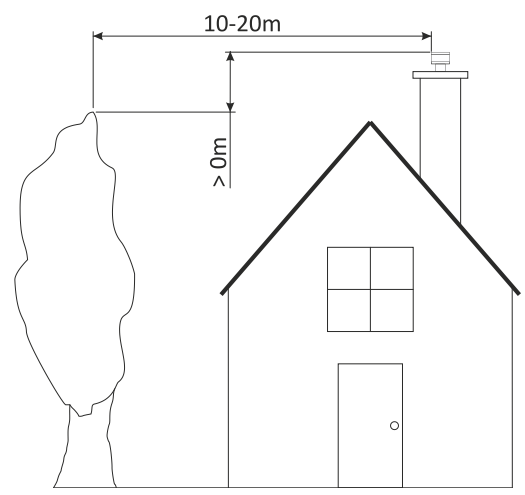

Figura 13
- La parte superior de la chimenea debe sobrepasar como mínimo un metro por encima de la parte más alta (cumbre) del tejado. Esta exigencia es eludible en el caso de tejado con pendiente superior a 20°, si la terminación de la chimenea se encuentra a una distancia horizontal al tejado superior a 2,5 metros, como en la figura 13.